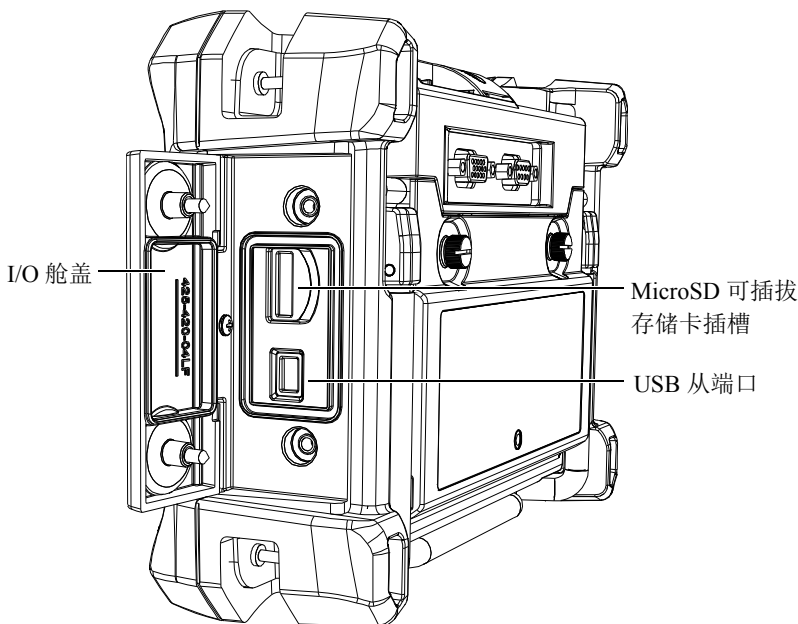

图 8-5 I/O 舱盖内的接口
1. 确保已将 MicroSD 存储卡插入到 Magna-Mike 8600 右侧 I/O 舱盖里面的专用插槽中（参见第 132 页的图 8-5）。